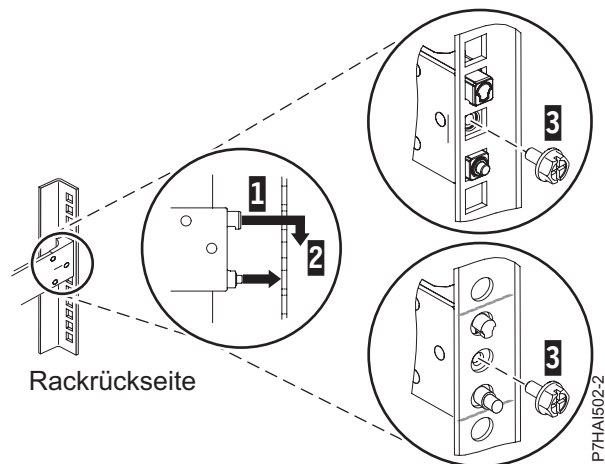

Abbildung 5. Stifte an den Bohrungen an der Rückseite des Racks ausrichten und einsetzen
2. Entfernen Sie die Schraube vom Ende der Schiene (3) (siehe Abb. 5).
Anmerkung: Die Haltestifte an den Schienen sind entweder für Rackmodelle mit runden oder mit rechteckigen Bohrungen vorgesehen (siehe Abb. 5).